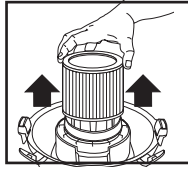

FIGURA 23
43. Deslice el filtro de cartucho para sacarlo del alojamiento de la tapa. **FIGURA 23.**